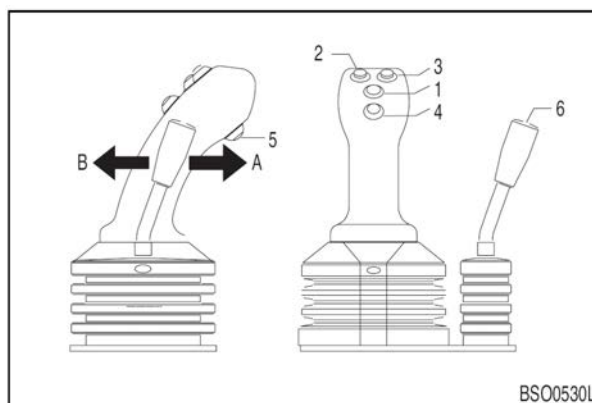

Рис. 48
A. Когда рычаг управления вилами для леса (6, рис. 48) перемещают вперед, вилы для леса могут открыться.
B. Когда рычаг управления вилами для леса (6, рис. 48) перемещают назад, вилы для леса могут закрыться.
При нажатии этого переключателя во время движения вперед при нажатом переключателе «KD» (5, рис. 48), машина может двигаться вперед. Во время движения машины, он может переключать движение вперед и назад без нажатия переключателя «KD» (5, рис. 48).
При нажатии этого переключателя во время движения назад при нажатом переключателе «KD» (5, рис. 48), машина может двигаться назад. Во время движения машины, он может переключать движение вперед и назад без нажатия переключателя «KD» (5, рис. 48).